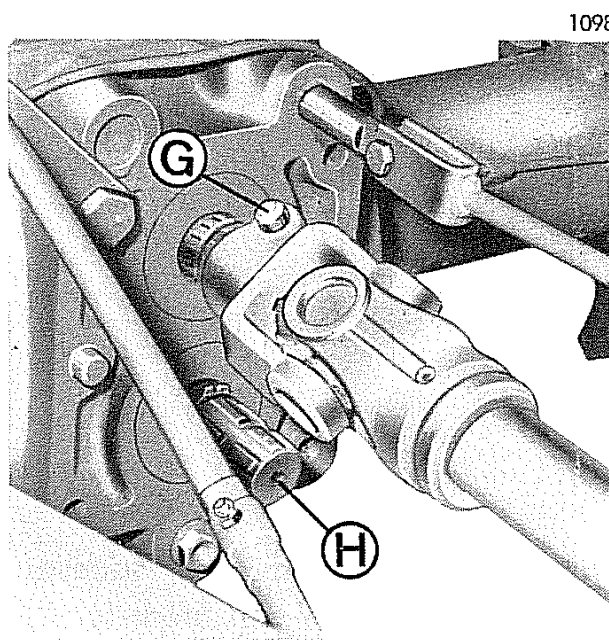

Fig. 6 - Innesto presa di forza
- Nella parte anteriore del carter differenziale, premere il perno **G** (fig. 6) ed estrarre il giunto.
- Infilare il giunto nella calettatura della presa di moto inferiore **H** (fig. 6).
- Su questo modello, formante la motoagricola, non occorre spostare il giunto nella parte inferiore, ma occorre inserire un altro giunto (a richiesta) che va dalla presa di forza **H** (fig. 6) alla presa di forza inferiore del motocoltivatore.